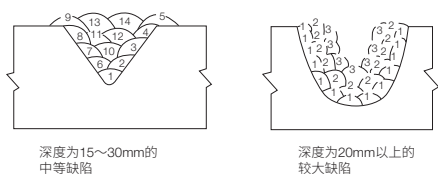

图3 隔离层堆焊法
- ①根据母材大小不同，预热温度参照表1。
- ②为防止过热，减少变形以及防止出现裂纹，每次的焊道长度应小于50mm，尽量采用线状焊道施焊。
- ③为减少焊接的收缩应力，必须进行锤击。每一焊道焊完后请立即锤击，直至焊道的波纹消失为止。
- ④较小的研钵状坡口，从底部漩涡状向上堆焊（图2）。长焊道时，为防止裂纹，宜采用后退法、跳焊法、对称法（表2）。坡口深的时候，适合隔离层堆焊法（图3）。